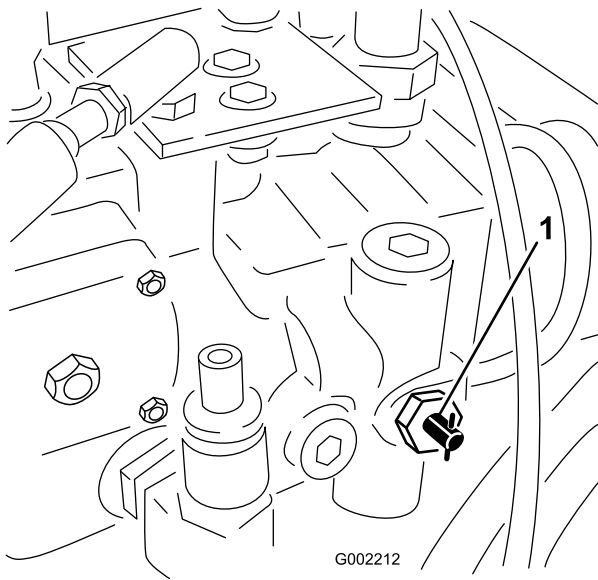

Figura 36
1. Girate la valvola di traino a (Figura 36) 90 gradi in qualsiasi senso per aprirla.